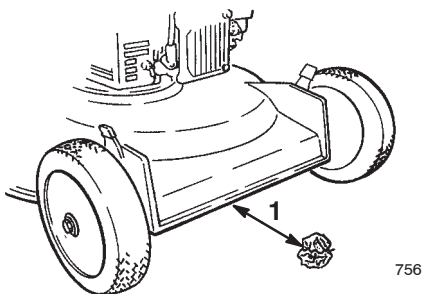

Bild 14
5. Nehmen Sie eine halbe Seite Zeitungspapier und knüllen es klein genug zusammen, um es unter das Mähwerk bringen zu können (ca. 76 mm Durchmesser), siehe Bild 14.
6. Legen Sie das Zeitungspapierknäuel im Abstand von 12,7 cm vor den Rasenmäher (Bild 14).
- A. Legen Sie das Zeitungspapierknäuel im Abstand von 12,7 cm vor den Rasenmäher (Bild 14).